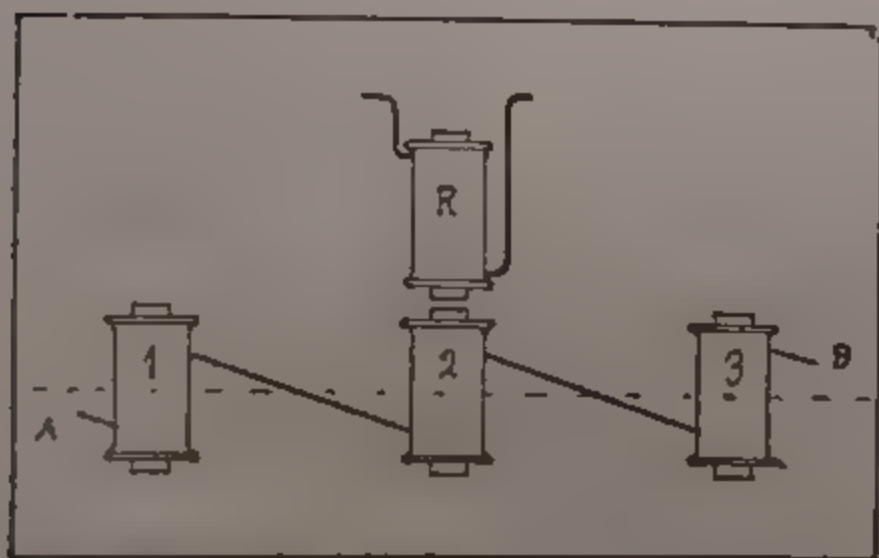

Fig. 245. — PRINCIPIO DELL'ALTERNATORE.
**180. Il principio degli alternatori.** — Modifichiamo, ora, leggermente l'esperienza precedente in questo modo: il circuito indotto stia fermo (fig. 245) e sia avvolto